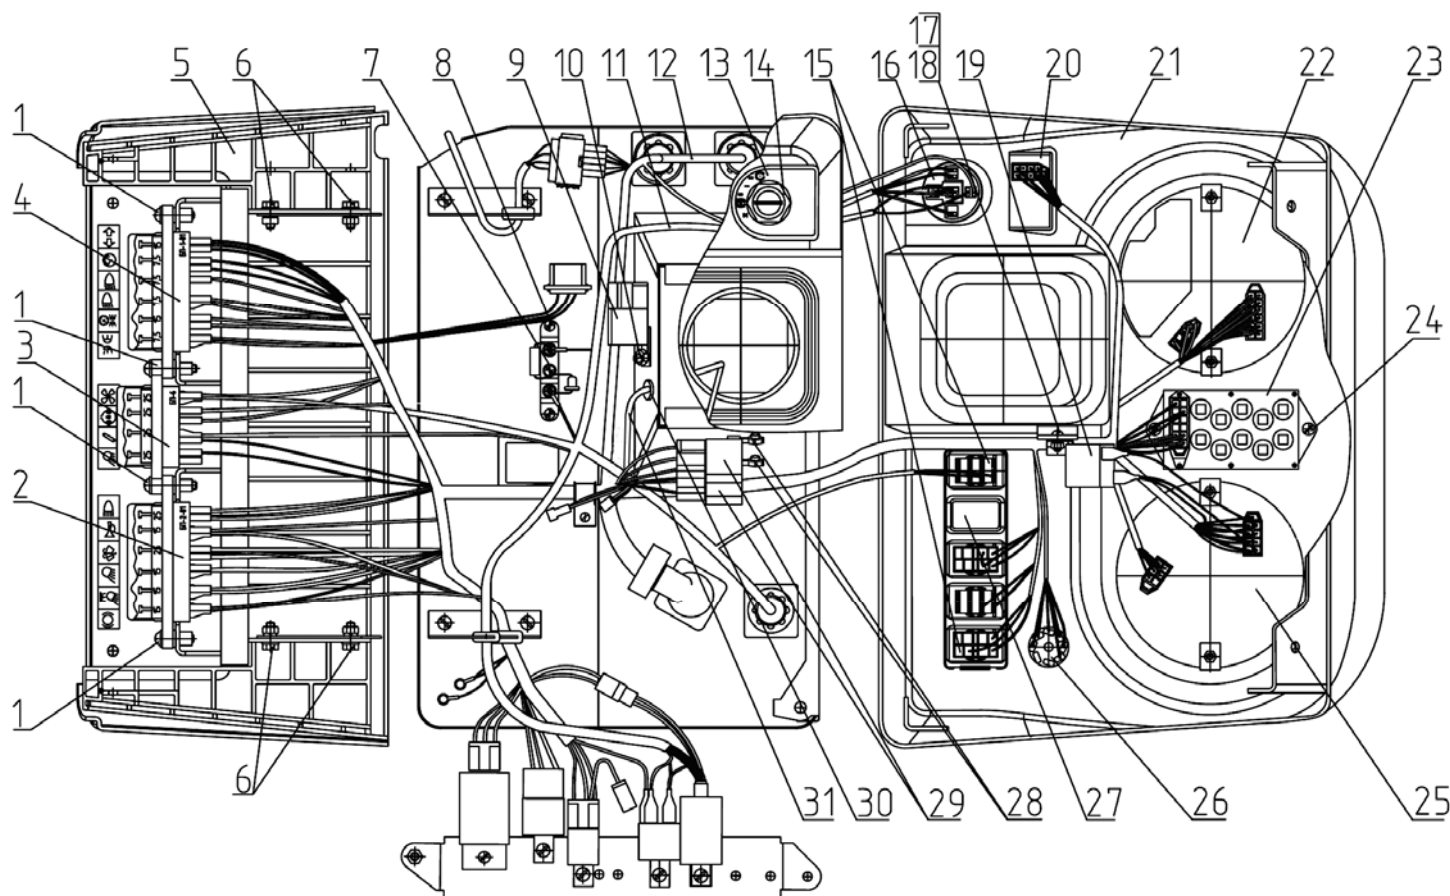

Рисунок 11.26
- г) разложите щиток в соответствии с (рисунок 11.26).
- б) отверните четыре винта 1 (рисунок 11.26), крепления блоков предохранителей;
а) для замены блоков предохранителей 2, 3, 4 (рисунок 11.26) отсоедините от них провода, затем отверните крепящие их винты 1 и замените соответствующий блок.